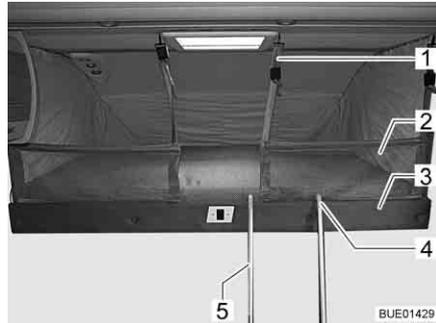

Bild 128 Hubbett mit aufgespanntem Sicherungsnetz
- Sicherungsnetz** Wenn ein Sicherungsnetz vorhanden ist, liegt das Sicherungsnetz (Bild 128,2) mit den Sicherungsgurten im Hubbett unter der Matratze. Das Sicherungsnetz erst aufspannen, wenn sich die Personen bereits im Hubbett befinden.
- Sicherungsgurte (Bild 128,1) in die Haken an der Decke einhängen.
- Stufenleiter (Bild 128,5) mit den beiden Bügeln (Bild 128,4) in die Griffleiste (Bild 128,3) am Hubbett einhängen.